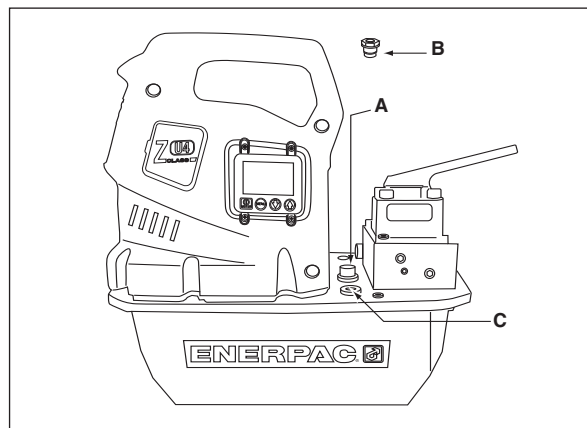
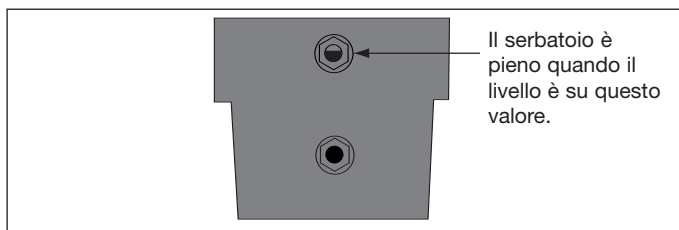

Fig. 2, installazione tappo di ventilazione ZU4
Fig. 4
4.1 Coperchietto ventilazione serbatoio (vedere Fig. 2)
Controllare il livello dell'olio della pompa prima di avviarla e se necessario aggiungere olio togliendo temporaneamente il tappo SAE #10 dalla piastra di copertura della pompa (vedere Fig. 2). Il serbatoio è pieno quando il livello raggiunge la parte superiore della spia dell'olio (vedere Fig. 4).